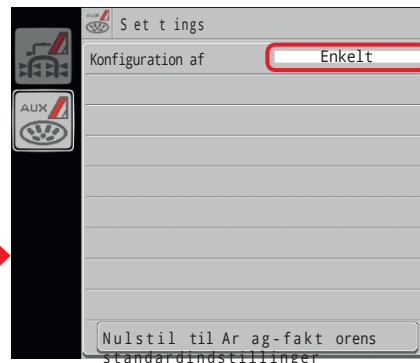

Fig. 18
- I EXPLORER-joystickets objektpulje i menuen **Indstillinger** skal du vælge indstillingen **Enkelt** (fig. 18).